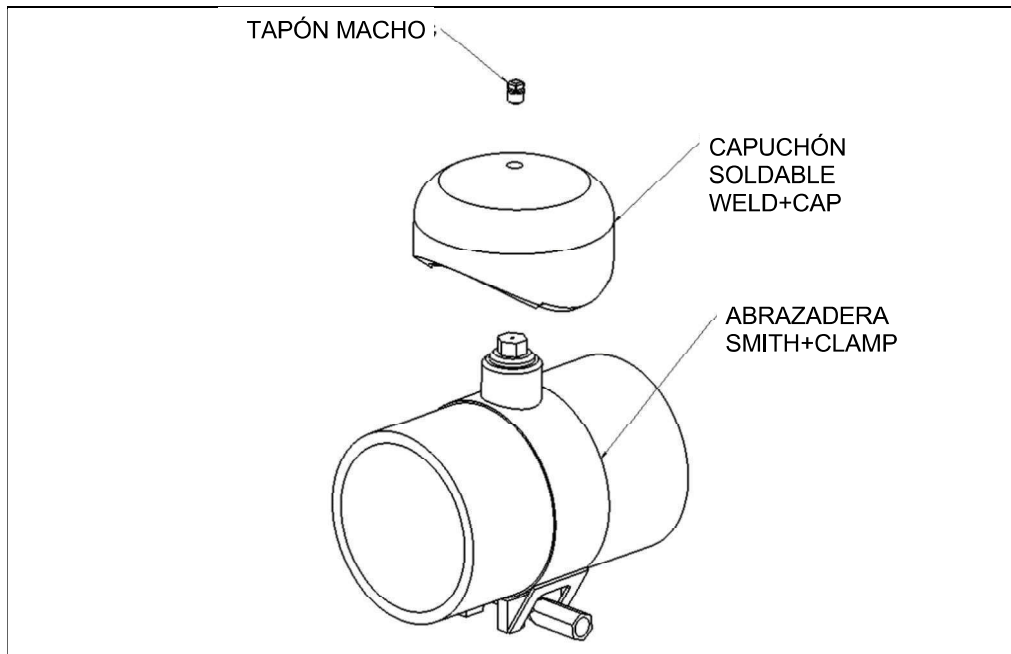

Figura 1
2. Retire el tapón macho del capuchón soldable "PLIDCO Weld+Cap" antes de soldar. Esto elimina la acumulación de presión dentro del capuchón soldable "Weld+Cap" mientras se suelda. (Consulte la Figura 1)